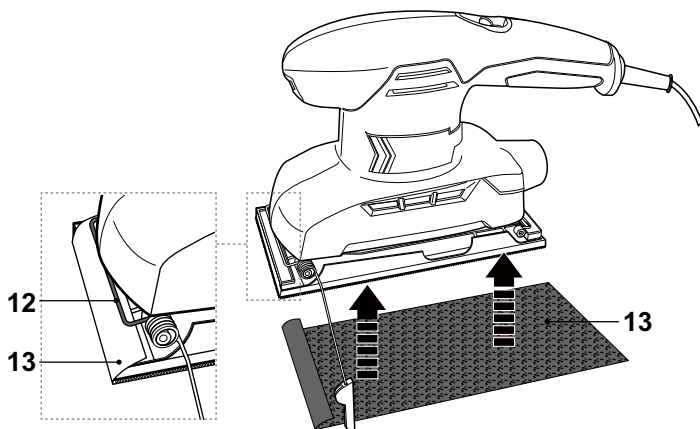

Fig. 5
- > Alinhe um dos extremos da folha de lixa (13) com uma das barras de fixação (12) e mantenha-o nesta posição. (Fig. 5)